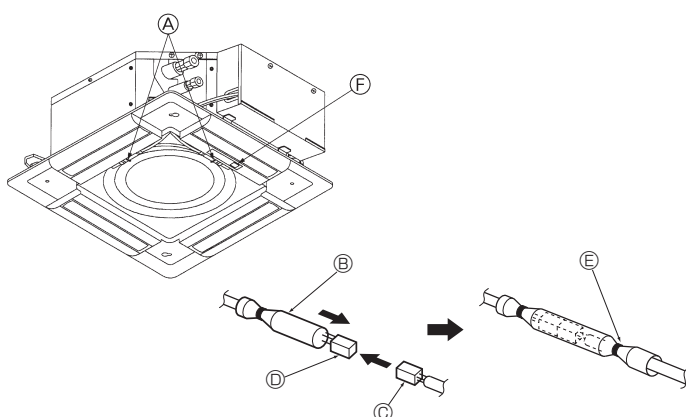

Fig. 8-8
8.3.4. Kabelanslutning (Fig. 8-8)